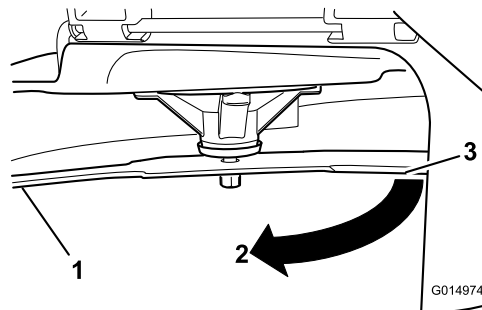

**Figure 51**
2. Enfilez des gants épais ou utilisez une autre protection adéquate pour les mains, et faites tourner la lame lentement jusqu'à une position permettant de mesurer la distance entre le tranchant et la surface plane sur laquelle se trouve la machine (Figure 51).